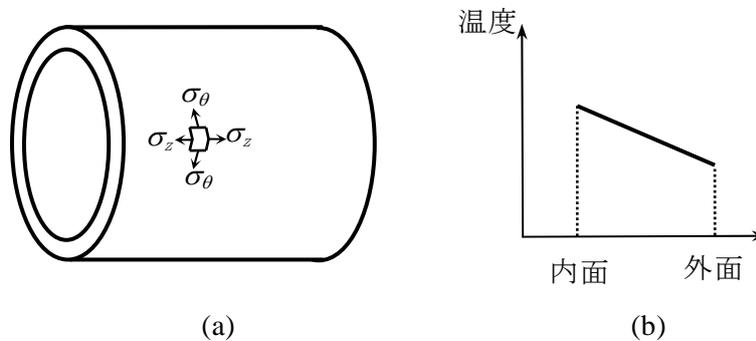

図4
- (1) 梁に発生する曲げモーメント M を求め、左端 O からの距離 x の関数として表せ。
- (2) 梁に生じる鉛直下向き z 方向のたわみの最大値を求めよ。また、その最大値が発生する位置を x 座標で表せ。
4. 図4(a)に示す鋼製の円筒について、初期の状態では、全体の温度が一樣で応力は発生していなかった。その後、内面を高温に、外面を低温に保持したところ、肉厚方向に沿って図4(b)に示す温度分布となった。円筒の両端は単純支持されている。円筒の内面と外面に発生する、中心軸方向応力 σ_z と周方向応力 σ_θ は正值（引張）となるか負値（圧縮）となるか、それぞれについて答えよ。